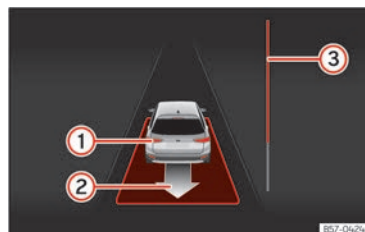

Abb. 128 Am Bildschirm des Kombi-Instruments: parallel zur Fahrbahn ausparken.
- Fahren Sie rückwärts, bis das Dauertonsignal des ParkPilot ertönt; **ODER:** fahren Sie zurück, bis am Bildschirm des Kombi-Instruments die Anzeige zur Vorwärtsfahrt erscheint. Die Fortschrittsanzeige **»»** (Abb. 128) **③** zeigt den zurückzulegenden Abstand an.